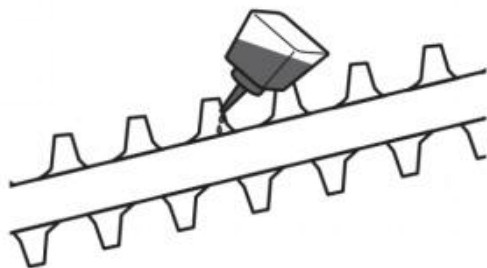

Fig. 76
2. Schmieren Sie das Schneidmesser (D3) nach jedem Gebrauch, um die Lebensdauer des Messers und des Produkts zu verlängern. Tragen Sie dünnflüssiges Maschinenöl entlang der Schneide des Schneidmessers auf (Abb. 76).